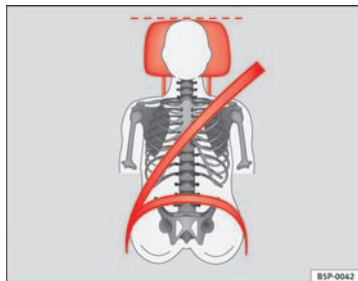
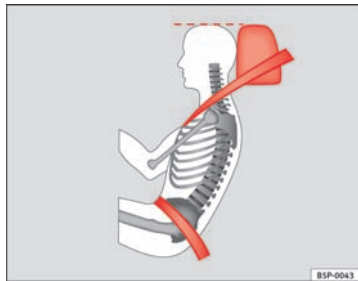

Fig. 3 Korrekt indstillet hovedstøtte set forfra
Fig. 4 Korrekt indstillet hovedstøtte set fra siden
- Indstil hovedstøtterne således, at hovedstøttens øverste kant er på højde med den øverste del af dit hoved eller mindst i øjenhøjde ⇒ Fig. 3 og ⇒ Fig. 4.